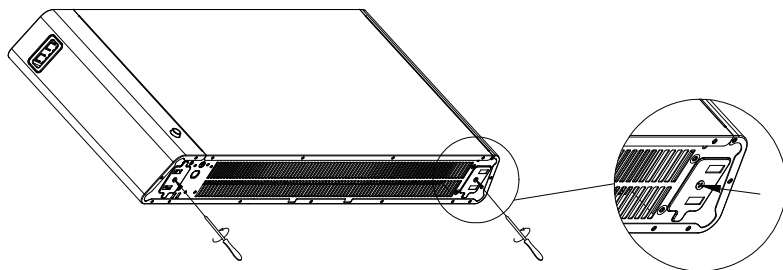

Fig.1
1. Bruk en skrutrekker til å fjerne de to skruene nederst på produktet. (Fig. 1)